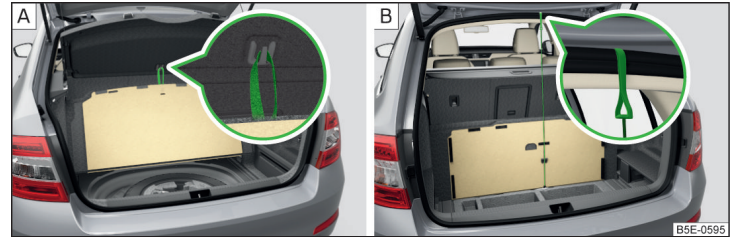

Abb. 107 Bodenbelag befestigen: Variante 1 / Variante 2
**Befestigungsvarianten des Bodenbelags** » **Abb. 107**